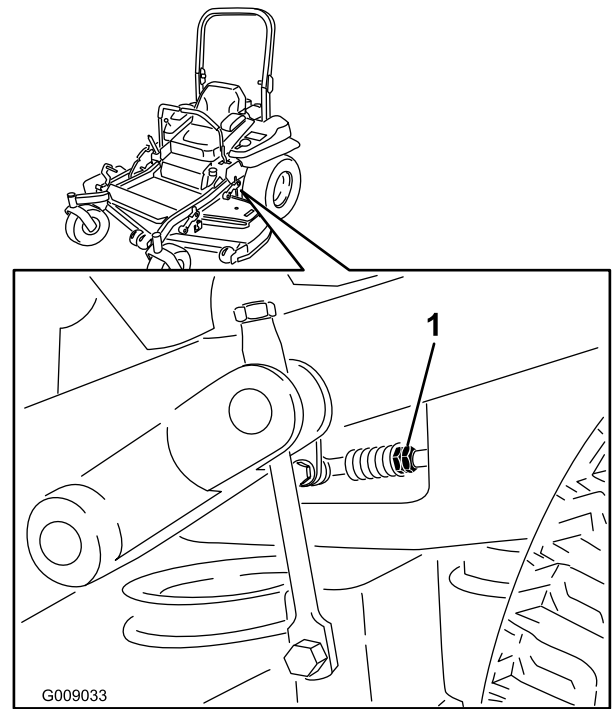

Figura 79
7. Ponga las palancas de control de movimiento en la posición de punto muerto. Ajuste la longitud de las varillas de control de las bombas girando las tuercas dobles de la varilla en el sentido apropiado, hasta que las ruedas se muevan ligeramente en marcha atrás (Figura 79). Mueva las palancas de control de movimiento a la posición de marcha atrás y, aplicando una ligera presión a la palanca, deje que los muelles de marcha atrás devuelvan las palancas a punto muerto. Las ruedas deben dejar de girar o moverse muy lentamente en marcha atrás.